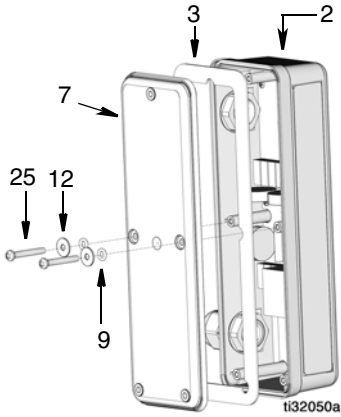

FIG. 38
7. Montare due O-ring (9), rondelle (25) e viti (12) per fissare il pannello di copertura alla cassetta elettronica del PAC (2) (FIG. 38).